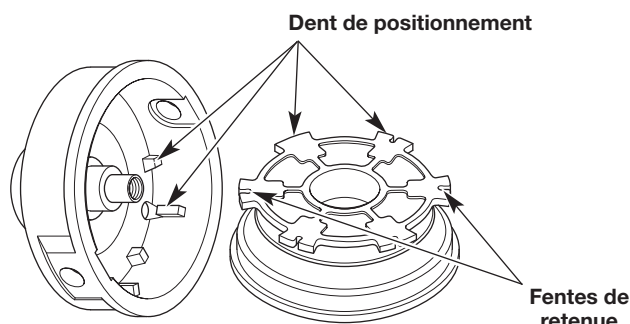

Fig. 13
6. Vérifiez l'usure des dents de positionnement et des fentes de retenue (Fig. 13). Si nécessaire, éliminez les ébavurages ou remplacez le moulinet et la bobine extérieure.